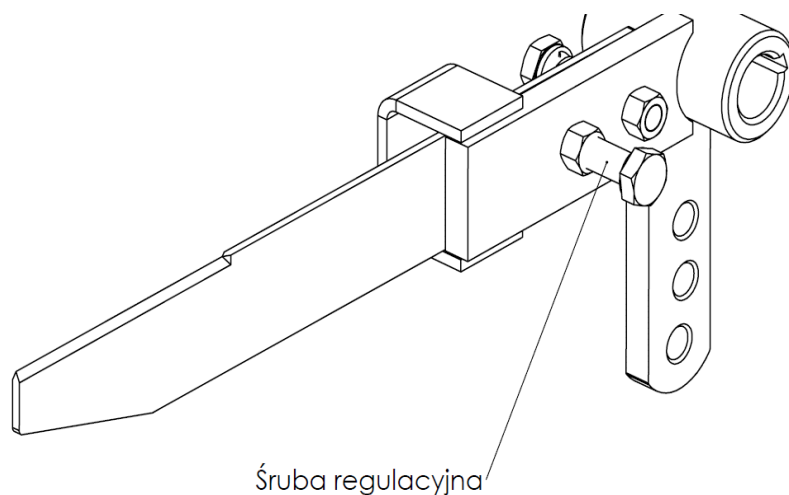

Рисунок 16. Расположение измерительного ножа
Длина обмотки рулона сеткой может регулироваться регулировочным винтом (Рис. 16). Ввинчивание регулировочного винта перемещает измерительный нож (13) подальше от ременного шкива (12), уменьшая длину обмотки, как показано на рисунке 17. Количество витков сетки должно быть установлено в зависимости от условий уборки. Количество витков сетки, рекомендованных производителем, составляет от 1,5 до 2,5 оборотов рулона.